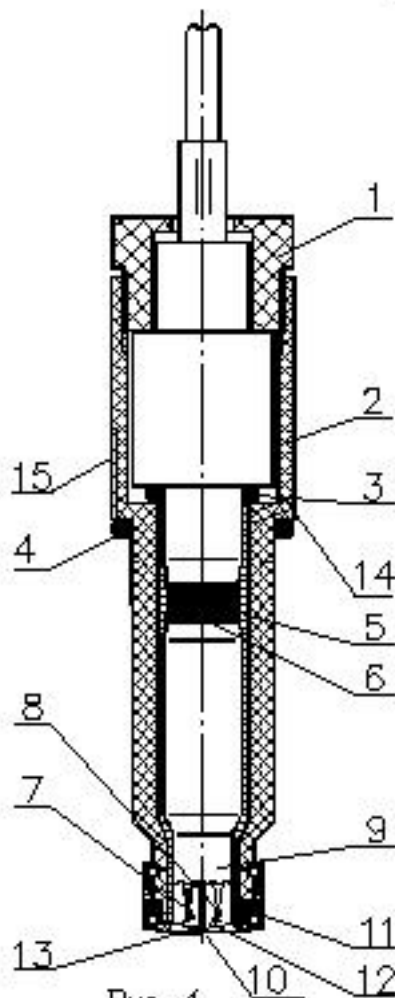

Рис. 4.
12.1.8. Проверить наличие кольца 4 (см. рис. 4) на корпусе 2 амперометрического сенсора.
12.3.2. Вылить раствор электролита из корпуса 2 (см. рис. 4), промыть электродную систему и корпус 2 дистиллированной водой. Тщательно просушить корпус 2.